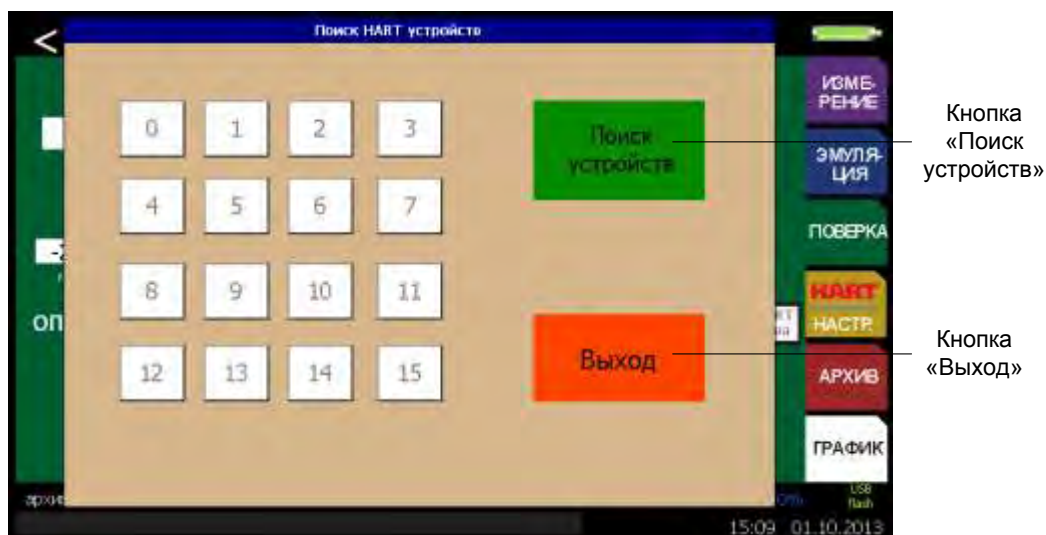

Рисунок 2.45
- в появившемся окне «**Поиск HART устройств**» (см. рисунок 2.45) выбрать нужный. (процедура поиска подключенных приборов по HART-протоколу описана в п. 2.6.4.10).
- в появившемся окне **«Поиск HART устройств»** (см. рисунок 2.45) выбрать нужный. (процедура поиска подключенных приборов по HART-протоколу описана в п. 2.6.4.10).